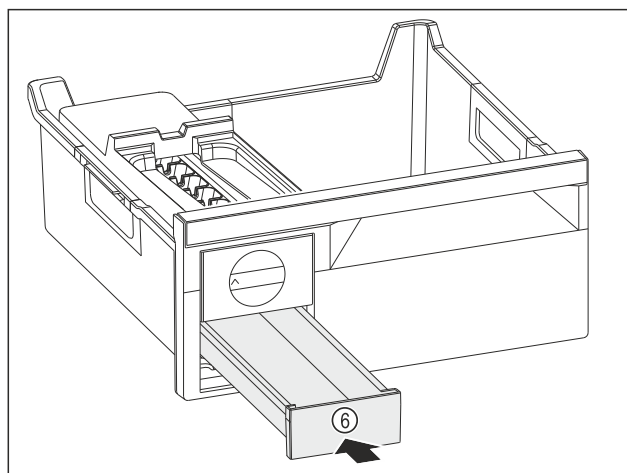

Fig. 202
- Eiswürfelschubfach Fig. 202 (6) einschieben.